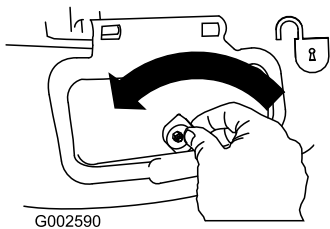

Figura 26
1. Sbloccate lo sportello di scarico laterale (Figura 26).